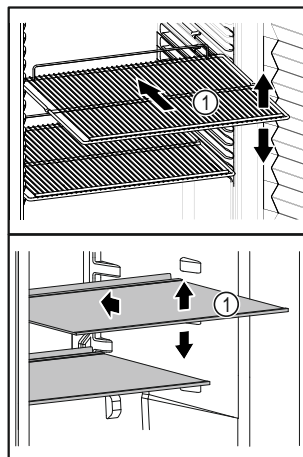

Fig. 59 Exempel
- ❑ Om förvaringshyllor Fig. 59 (1) kan flyttas ska de anpassas till höjden.